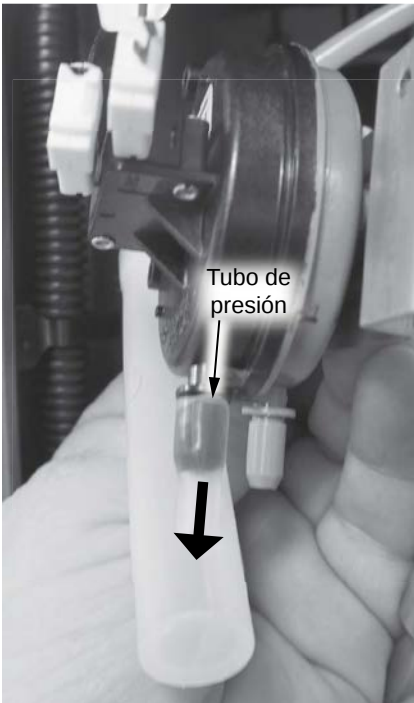

Figura 72 - Retiro del tubo de presión.
AVISO: Tenga cuidado de no daar el tubo de presin. Consulte la Figura 72.
- 12** Vuelva a conectar el tubo de presión como se muestra en la Figura 72.